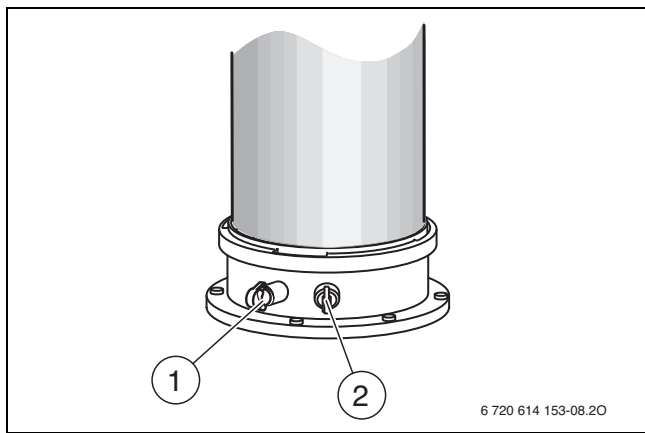

Fig. 47 Tubulure de mesure des fumées et de l'air de combustion
- Retirer le bouchon sur la tubulure de mesure de l'air de combustion (→ fig. 47, [2]).